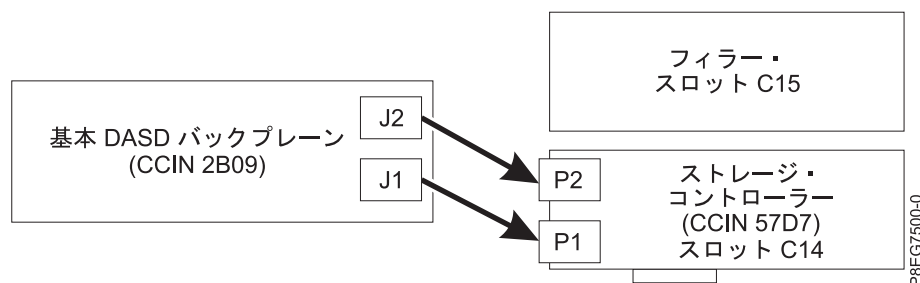

図 5. 基本ストレージ構成での SAS ケーブルの再接続
- スロット P1-C14 (基本ストレージ・フィーチャー) に 1 つの PCIe3 x8 SAS RAID 内部アダプター (CCIN 57D7) がある場合は、1 つの SAS ケーブルが、下部のディスク・ドライブ・バックプレーン・コネクタ (J1) からアダプター上の P1 に接続されています。もう 1 つの SAS ケーブルは、上部のディスク・ドライブ・バックプレーン・コネクタ (J2) から同じアダプターの P2 コネクタに接続されています。図 5 を参照してください。